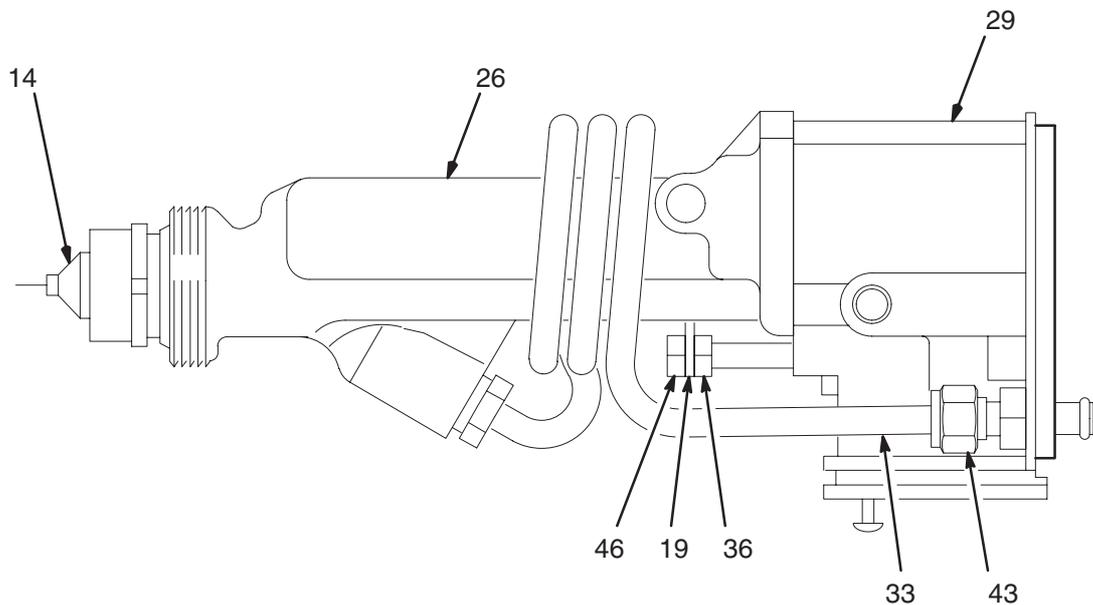

Fig. 21
1. Aflojar cuidadosamente la tuerca de ajuste del producto (43). Extraer el tubo (33) del acoplamiento. Ver la Fig. 21. Cerciorarse de que tanto los anillos de metal como la tuerca permanecen en el tubo.
2. Sacar la contratuerca (46) y el brazo del actuador (19).